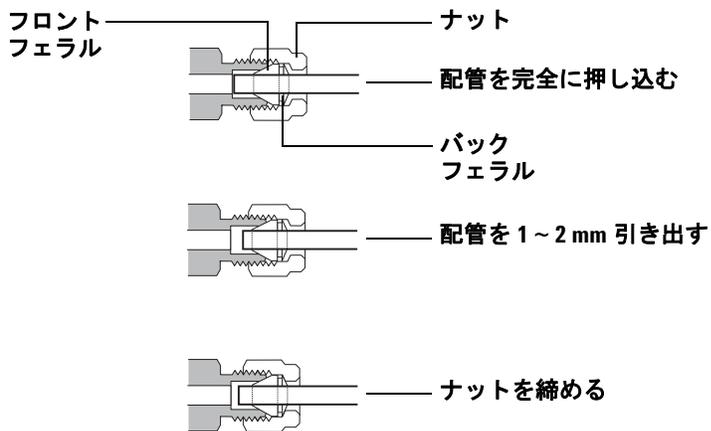

図 9 配管を挿入する
- 5 チューブを完全にプラグに押し込んでから、約 1 ~ 2 mm 引き出します (図 9)。